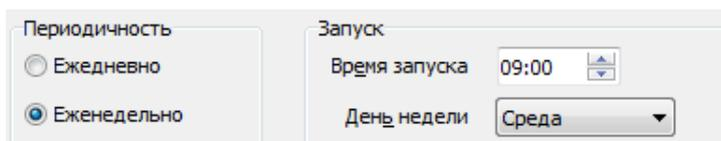

Рисунок 27.3 – Вкладка Автоматический перенос данных в архив, еженедельный перенос
- Ежедневно: в этом случае необходимо указать Время запуска и День недели переноса данных (рисунок 27.3);